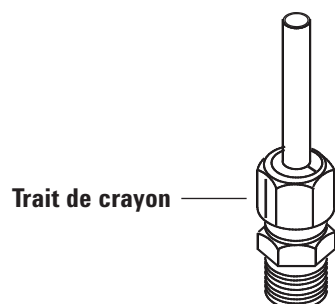

Figure 16. Marquage du raccord
- 6 Faites une marque au crayon sur l'écrou. Reportez-vous à la Figure 16.